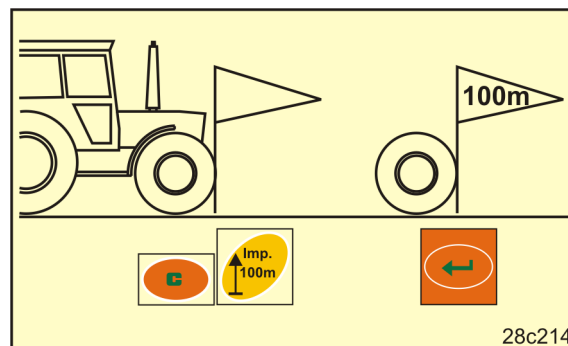

Fig. 19
2. Colocar el tractor en la posición de inicio (Fig. 19) y la sembradora en la posición de trabajo (interrumpir, si es necesario, la dosificación de semillas).